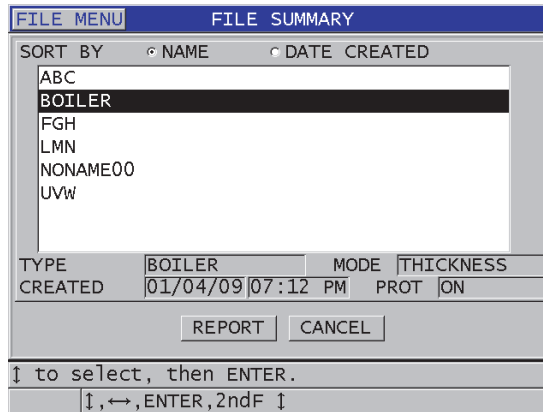

Abbildung 11-30 1. Fenster der DATEIZUSAMMENFASSUNG
4. Im Fenster **DATEIZUSAMMENFASS.** (siehe Abbildung 11-30 auf Seite 235):